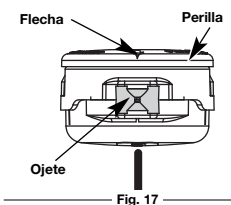

Fig. 17
2. Utilizando una línea de reemplazo de 10.5 pies (3.2 m). Empuje un extremo de la línea a través de uno de los ojetes hasta que salga por el lado opuesto. Continúe empujando o tirando de la línea hasta que la línea quede distribuida uniformemente, de manera que se vea aproximadamente 5 pies (1.5 m) desde ambos lados del cabezal de corte (Fig. 17)